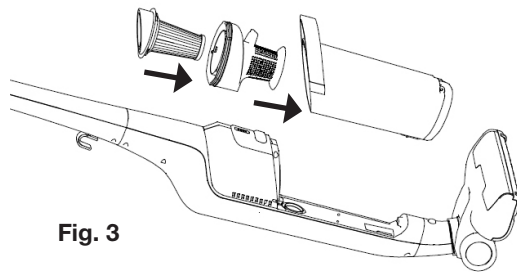

Fig. 3
4. Steek het filterblok (10) in het stofreservoir (12) (fig. 3).